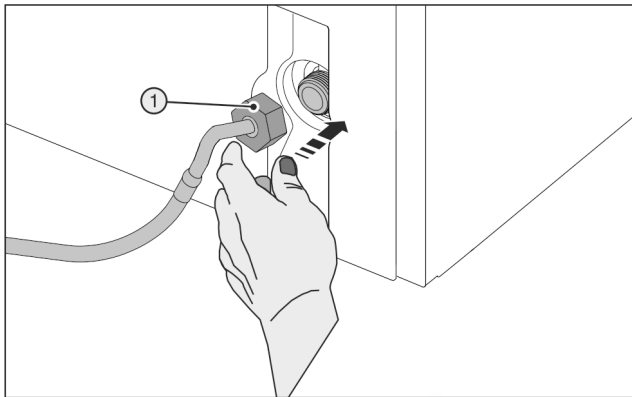

Fig. 29
- ▶ Matici Fig. 29 (1) opatrně nasadte a rovně našroubujte na závit.
- ▶ Nasadte opatrně matici Fig. 29 (1) a dvěma prsty ji rovně našroubujte na závit, až je dosaženo bezpečného a pevného usazení.
- ▶ Používejte pomocné nástroje (5) výhradně při pokojové teplotě.
- ▶ Matici Fig. 29 (1) utahujte pomocným nástrojem (5) ve směru hodinových ručiček, až je dosažen maximální utahovací moment a pomocný nástroj (5) se přetáčí.